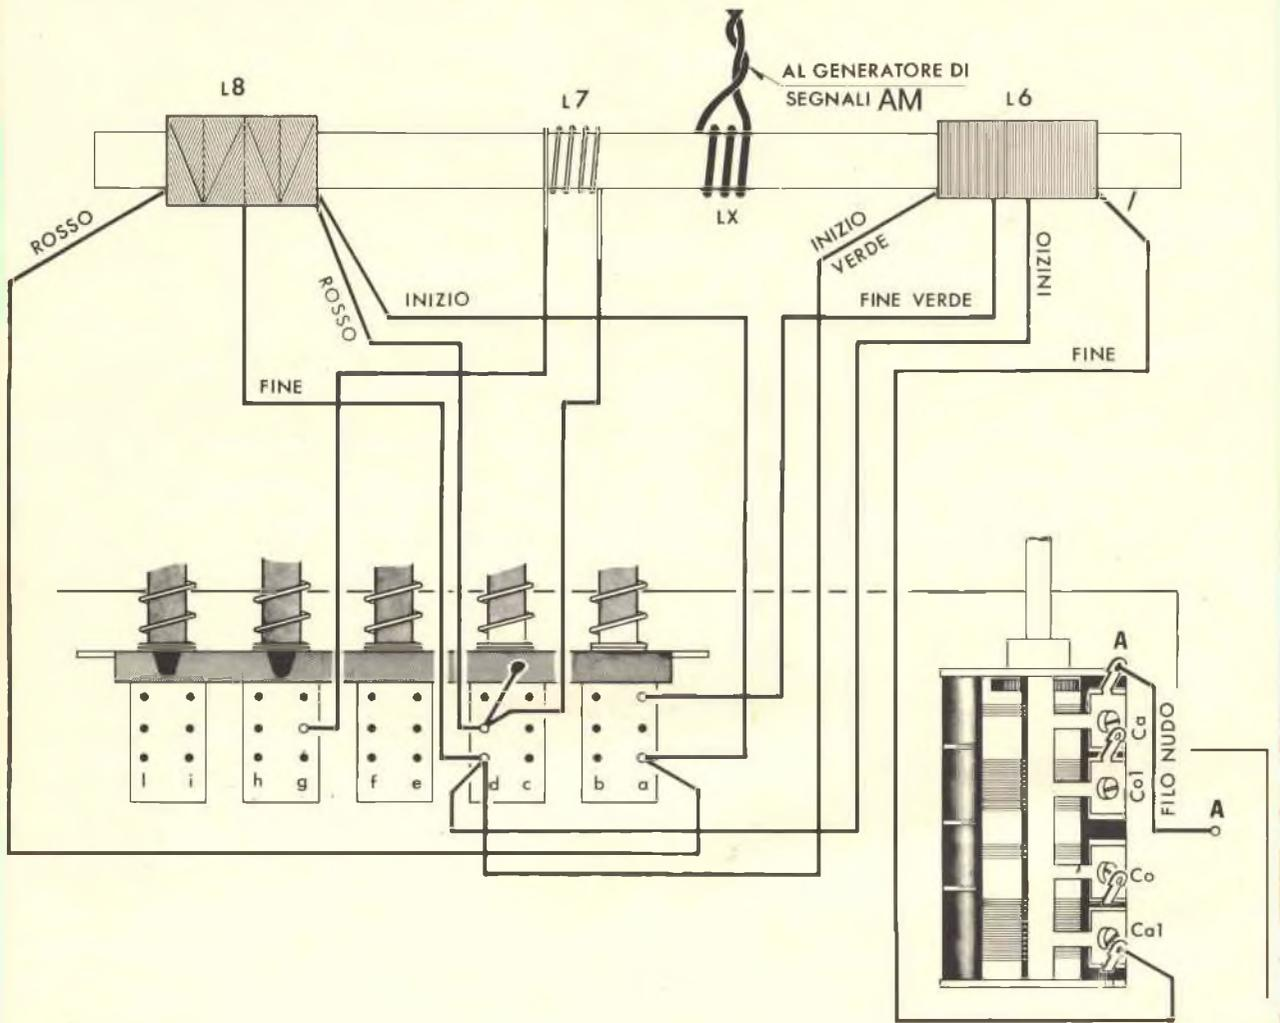

Fig. 5 - Cablaggio dell'antenna in ferrite.
- Montare la tastiera orientando la molletta del tasto A.F.C. e quella del tasto illuminazione scala verso l'alto, come è visibile in fig. 5.
uno spezzone di filo nudo  $\varnothing$  0,7 mm come indica la fig. 5.
● Collegare i fili delle bobine L6 - L7 - L8 nel modo indicato in fig. 5 e osservando attentamente che ogni filo sia collegato al relativo terminale della tastiera. Il terminale centrale — d —, inoltre, deve essere collegato sulla intagliatura della tastiera.